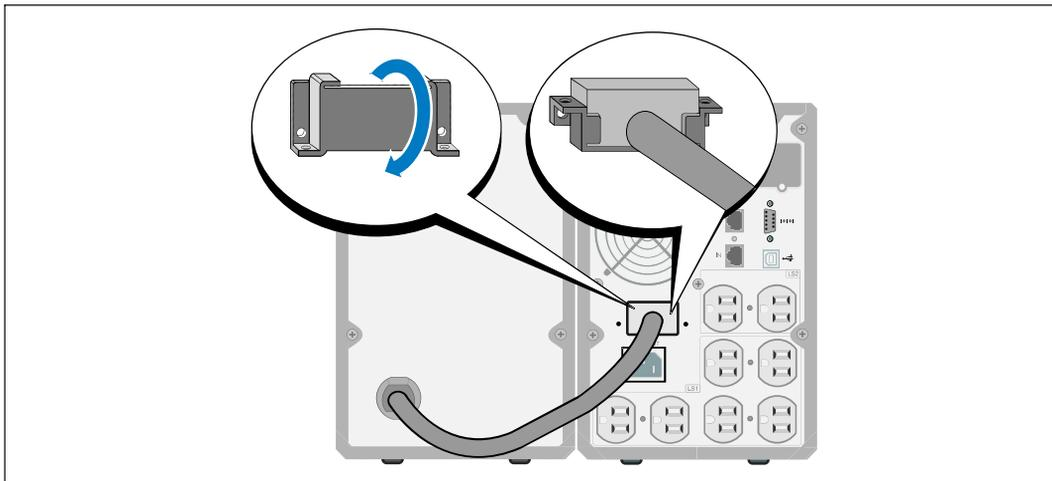

Рис. 14. Установка крышки разъема батарей
- 2 Установите крышку разъема батарей под кабель МВБ для ослабления натяжения (см. Рис. 14).